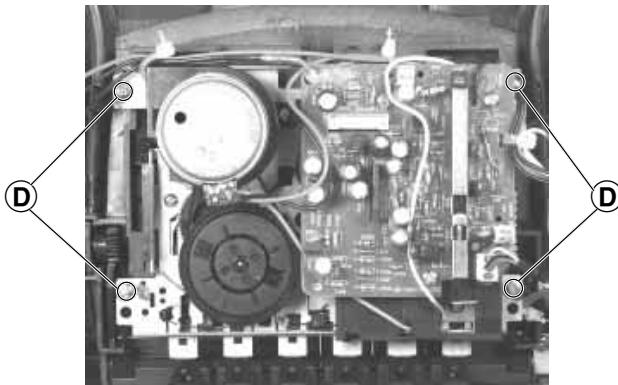

Fig. 3
2. Cass.-Laufwerk ausbauen, (Fig. 3)
- 4 Schrauben (D) herausdrehen.
2. Dismantling the Cassette Drive Mechanism, (Fig. 3)
- Undo 4 screws (D).